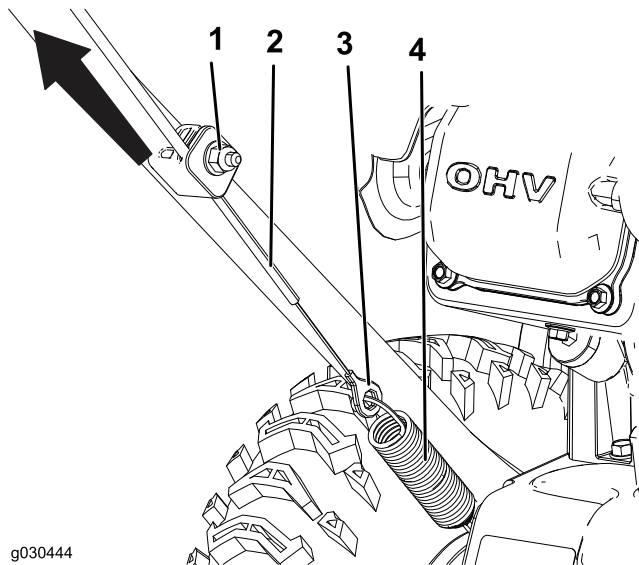

Figure 25
1. Desserrez l'écrou sur le collier inférieur du câble, mais ne le retirez pas (Figure 25).
2. Tirez sur le câble pour le tendre légèrement (Figure 25).
3. Maintenez le câble en place et serrez l'écrou (Figure 25).